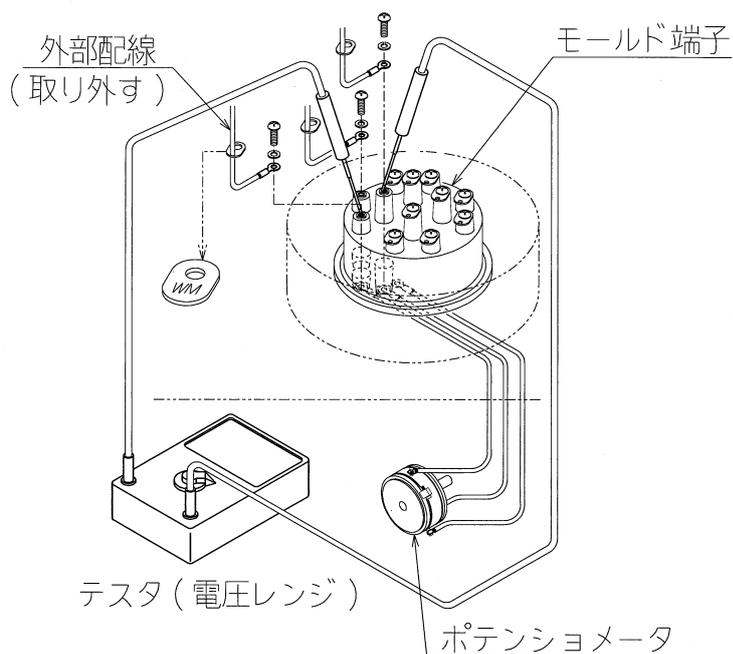

図8 : ポテンシオメータの点検
(1) ポテンシオメータの点検方法（図8参照）
- ①コントロールモータを電動動作で全閉位置とし電源を遮断します。
- ②端子箱カバーを外し、端子BM, RM, WMに接続されている外部配線を解線します。
- ③ポテンシオメータのWM端子に (-)、BM端子に (+) とし、DC 5 V を印加してください。